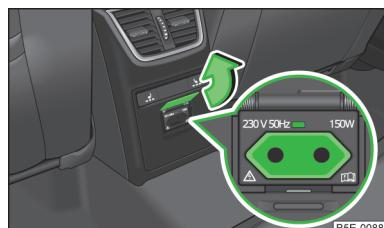

Fig. 76
- Abra la cubierta del enchufe en la dirección de la flecha » fig. 76.